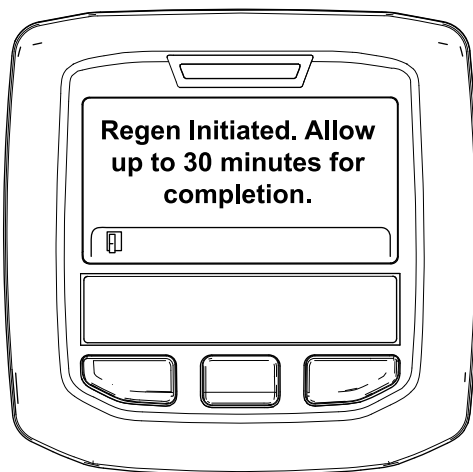

Figure 49
- Si la régénération est autorisée, le message « Regen Initiated. Allow up to 30 minutes for completion » (régénération lancée. Durée max. 30 minutes) s'affiche sur l'InfoCenter. Attendez que la machine achève le processus de régénération en stationnement (Figure 49).